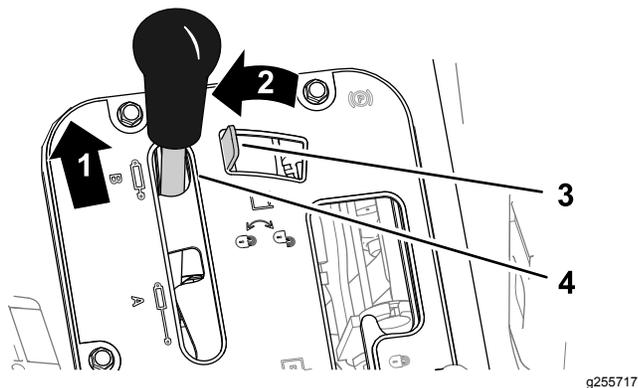
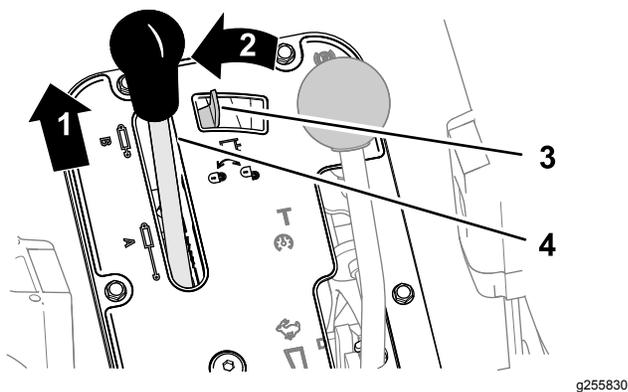

Рисунок 80
Рисунок 81
1. Нажмите вперед на рычаг механизма гидравлического подъема (Рисунок 80 или Рисунок 81).
2. Переведите рычаг блокировки гидравлического подъема влево, чтобы включить блокировку (Рисунок 80 или Рисунок 81).